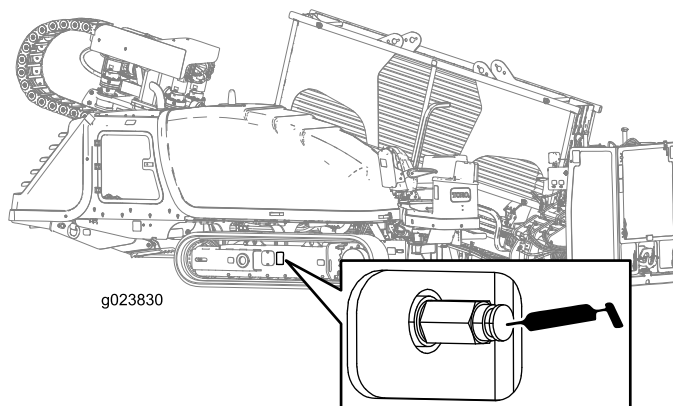

Figura 139
2. Remova a sujeira e as impurezas ao redor da válvula de alívio (Figura 139).
4. Aplique graxa na graxeira até a tensão atingir o valor de 31.026 kPa (4.500 psi) como mostra a figura Figura 139.
4. Gire a válvula de alívio no sentido anti-horário, dando no máximo 1 volta (Figura 139).